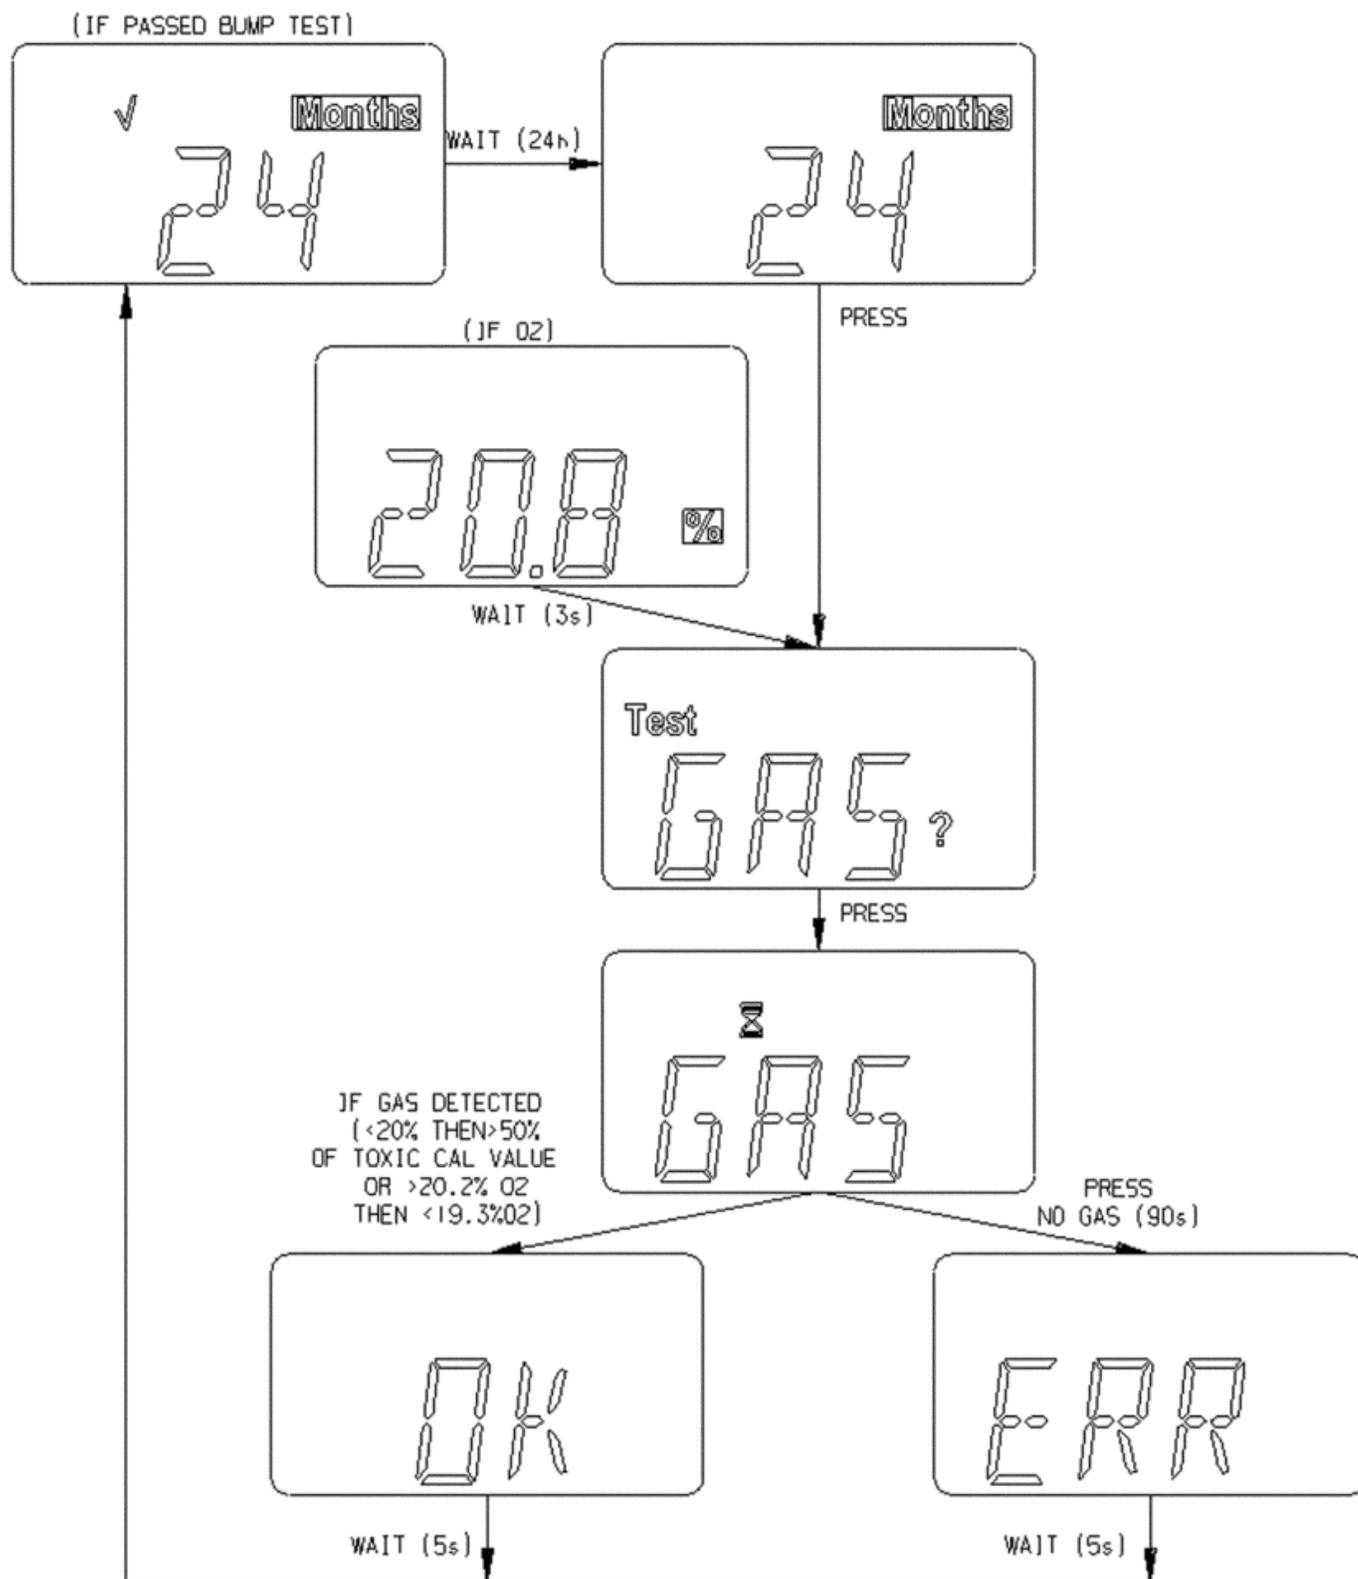

Figure 6 Logigramme du test fonctionnel
**REMARQUE :** Voir Figure 6 pour plus de détails.